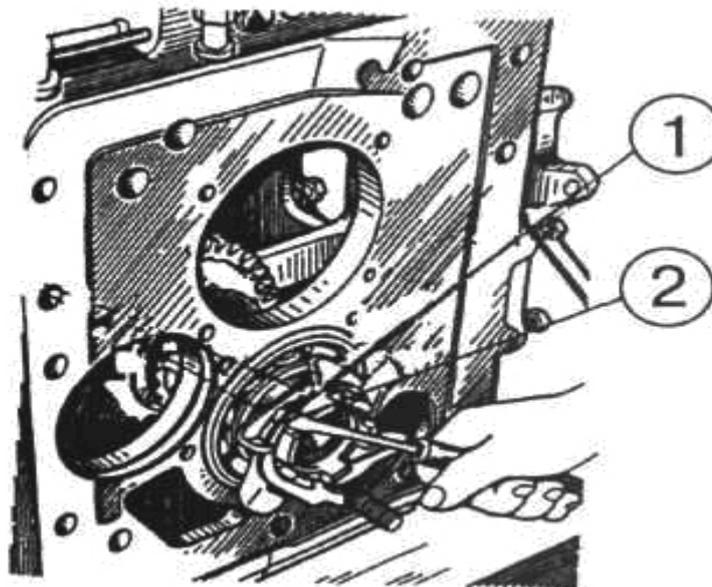

Рисунок 4.60
1) снимите стопорное кольцо (2) (рисунок 4.60) и крыльчатку (1);